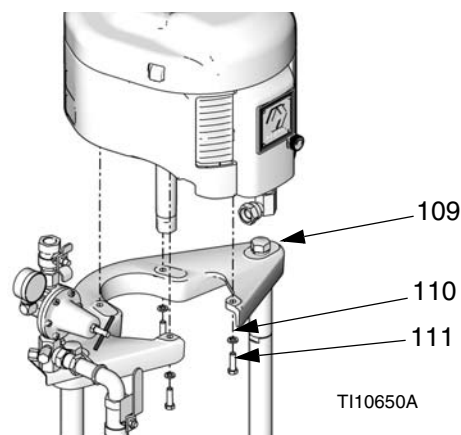

FIG.26 : NXT équipés d'un plateau plus petit avec groupe de dosage D60
- b. *Pour les moteurs pneumatiques NXT équipés d'un plateau plus petit* : Si le moteur a été retiré, serrez les vis de pression (111) et les rondelles (110) sur le support de fixation (109). Voir FIG.26 page 26.
1. A l'aide d'un appareil de levage, fixez le moteur sur la plaque d'assemblage (109) à l'aide des vis (111) et des rondelles (110). Voir FIG.26 page 26.